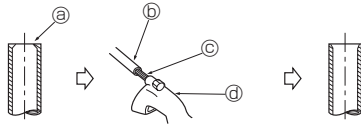

Fig. 5-4
5.2.2. Extracción de las rebabas (Fig. 5-4)